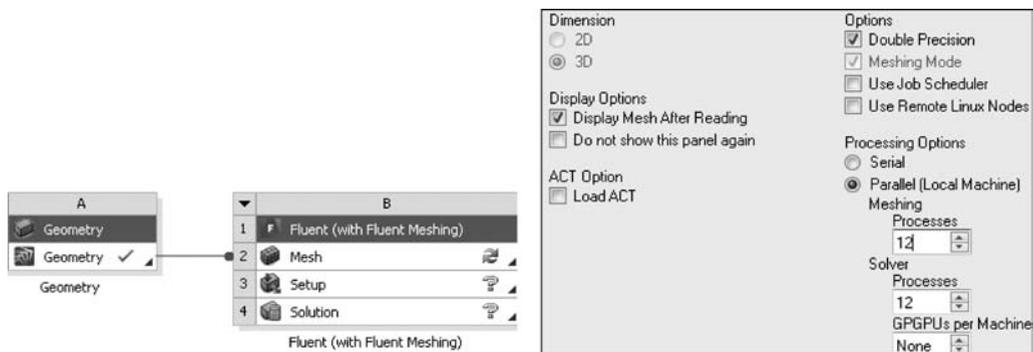

图 3.110 启动 Fluent Meshing
(5) 将一个 Fluent(with Fluent Meshing) 模块拖动到 Geometry 单元格上, 如图 3.110 所示。双击 Mesh